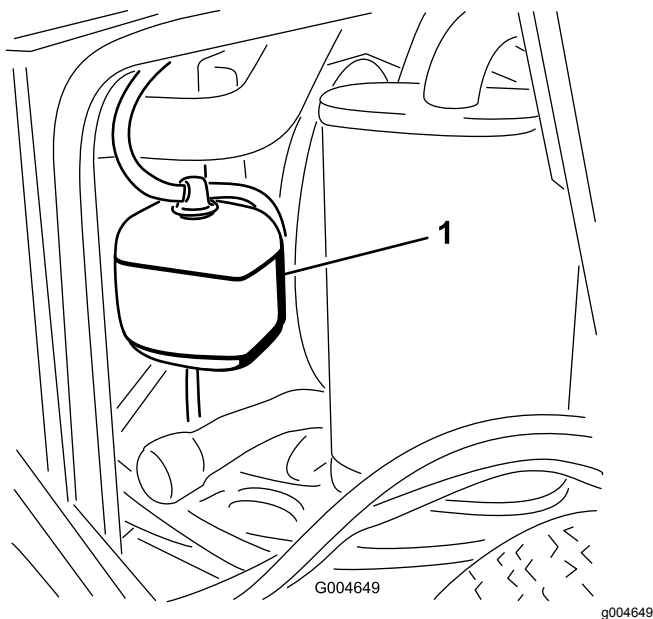

Figure 43
1. Vérifiez le niveau du liquide de refroidissement dans le vase d'expansion (Figure 43).